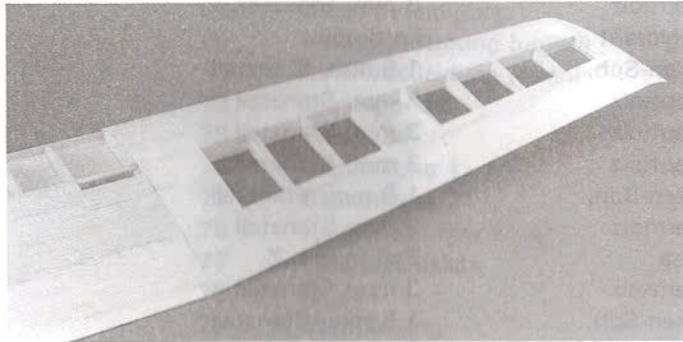

Abb. 12
Abb.12 zeigt, wie die Flügelteile zusammengefügt werden. An dem Flügel-Mittelstück einen Teil von Beplankung hinter dem Hauptholm herausnehmen, damit die Verbinder (113) an den Holm mit Wäscheklammern angedrückt werden können. Rippen (83) von oben für die (113) einsägen, eine Passprobe vornehmen. Die Verklebung mit Weissleim oder Epoxy-Kleber vornehmen (inkl. ganze Kontaktfläche der Flügelteile). Von unten ein Klebeband aufbringen, das Flügel-Ende (Rippe 105) ist 50 mm hoch abzustützen.